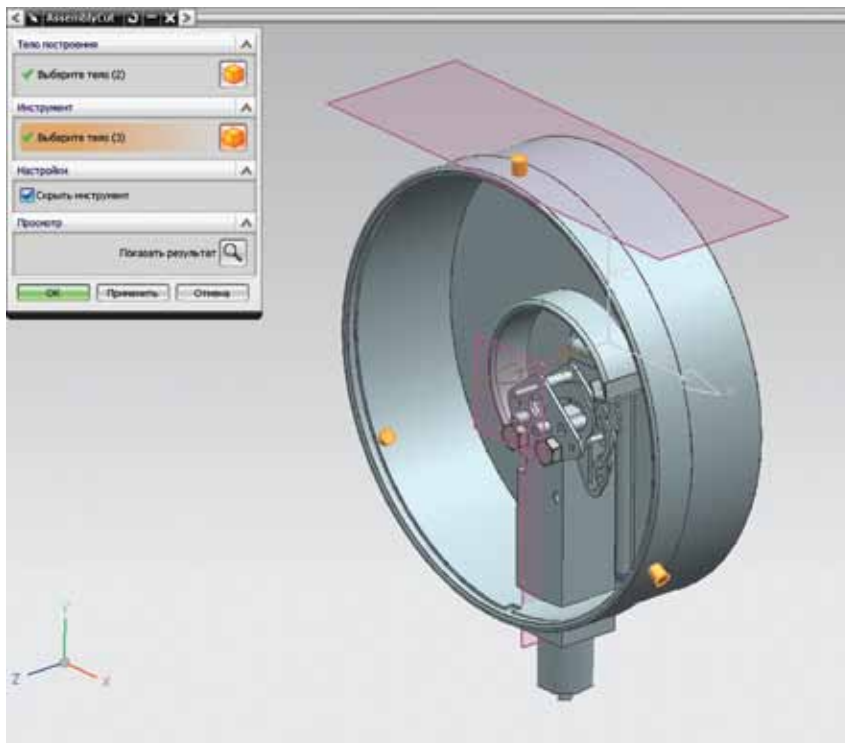

Рисунок 4.23
- В качестве тел построения выберите компоненты cover и body, в качестве тел-инструментов три цилиндра. Нажмите ОК (рис. 4.23).